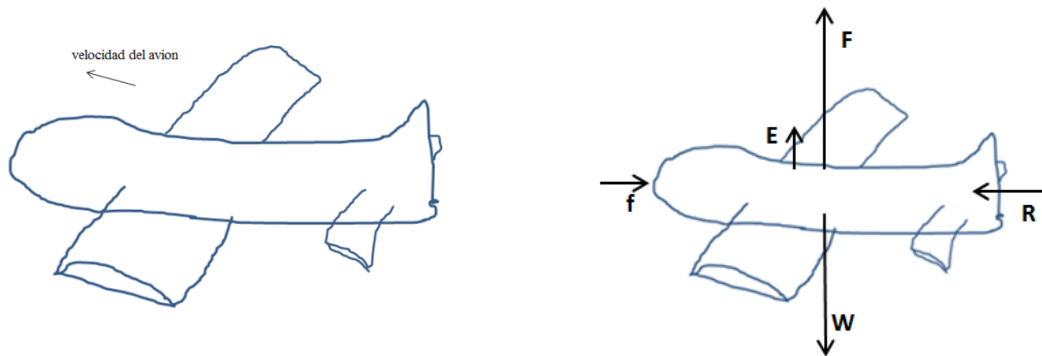

Fig.5.13 Avión volando a cierta velocidad y sustentado por una fuerza de ascensión. Velocidad del viento alrededor de las alas del avión y DCL
En el DCL de la Fig.5.13 se aprecia la fuerza de ascensión (F), el peso (W), la fuerza de fricción del aire que se opone al movimiento (f) y la fuerza de reacción que impulsa al avión y da el movimiento al avión, debido a la expulsión de los gases.